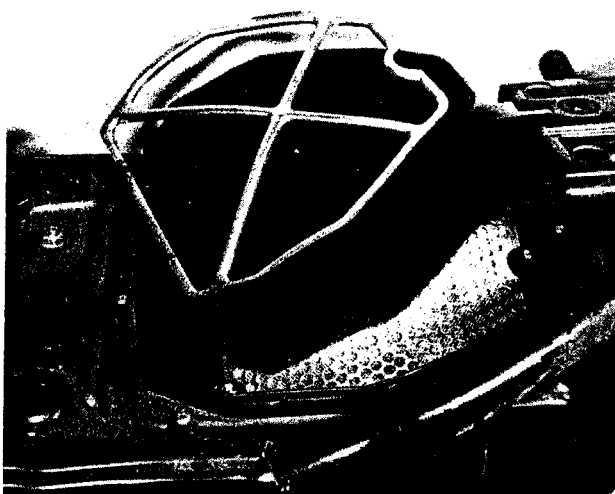

Bild 191
- Den mit drei Schrauben befestigten Luftfilterdeckel abnehmen und den Halter mit dem Luftfiltereinsatz aus Schaumstoff aus dem Gehäuse nehmen (Bild 191). Der Halter ist an der Unterkante durch zwei aus dem Gehäuse vorstehende Lappen befestigt.